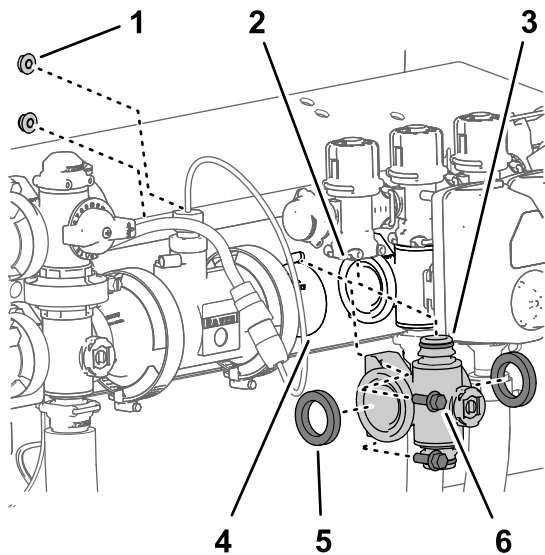

Figure 118
(1/4 po) qui fixent le collecteur au support de vannes (Figure 118).
5. Baissez le collecteur de vanne de section et les joints pour les séparer de la vanne de dérivation de section et déposez-les de la machine (Figure 118).